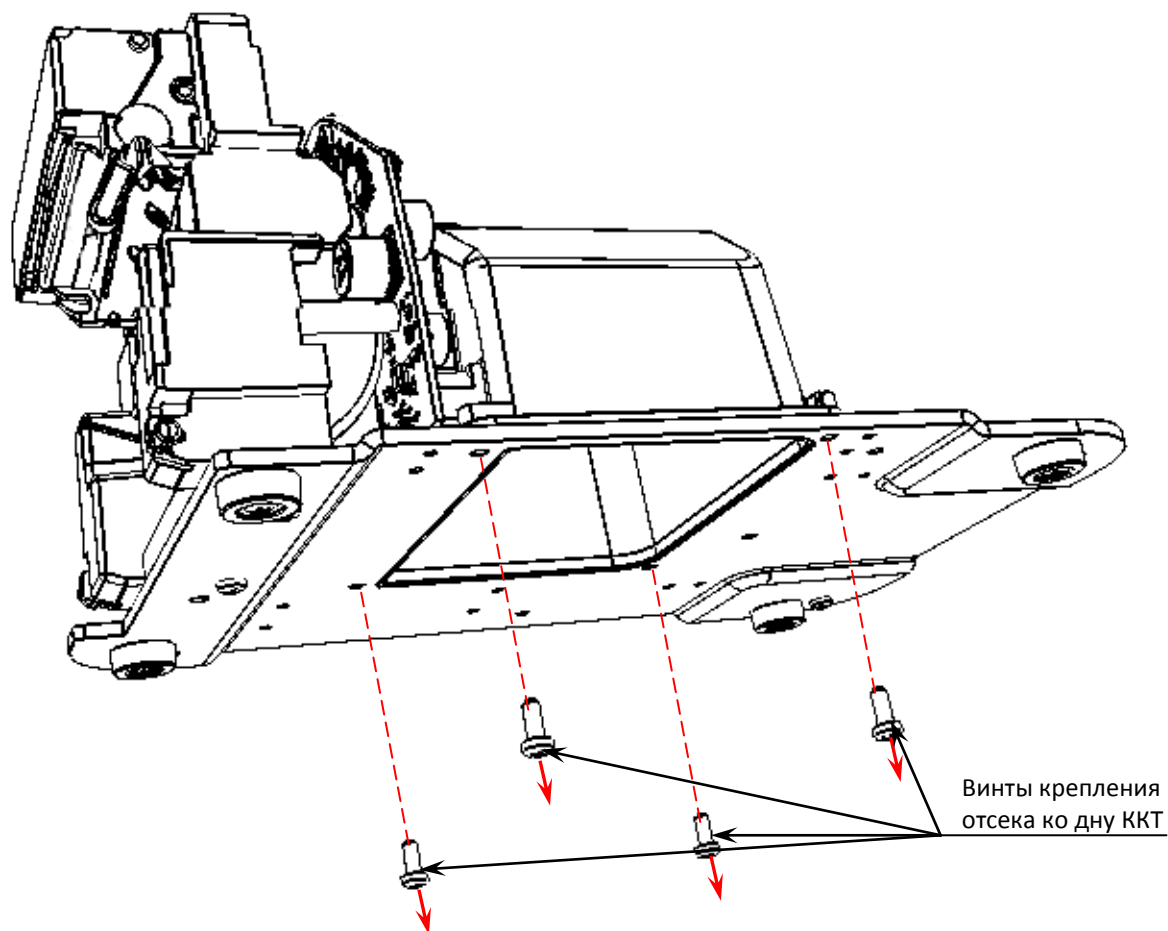
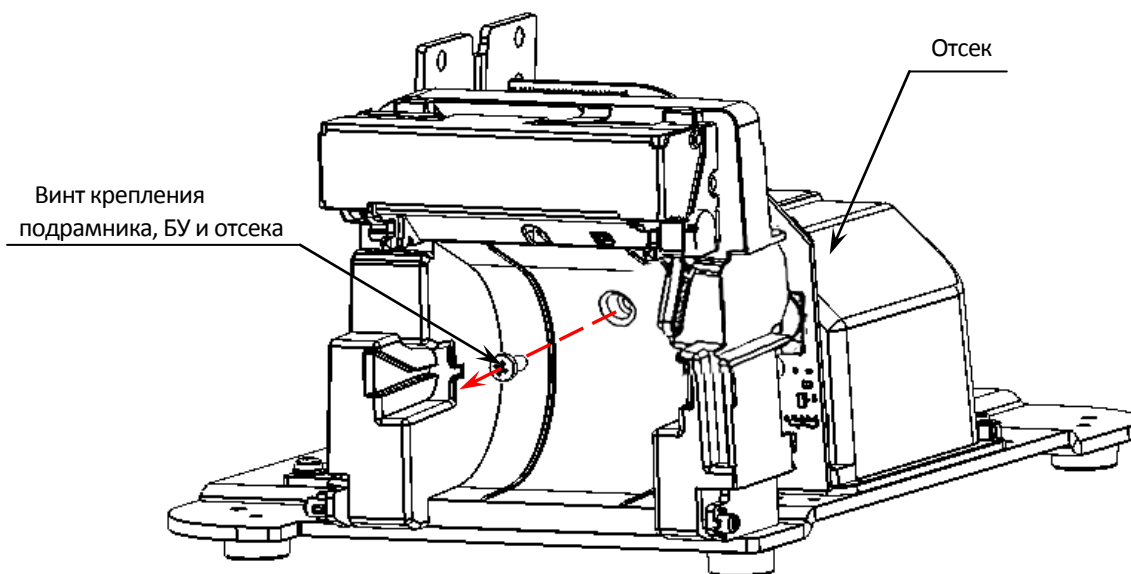

Рисунок 31. Винты крепления отсека ко дну корпуса ККТ (крышка лотка для ЧЛ не показана)
Рисунок 32. Винт крепления подрамника, блока управления и отсека в корпусе ККТ (крышка лотка для ЧЛ не показана)
17. Вкрутить винты крепления: один винт – в области лотка для ЧЛ (рисунок 32), четыре винта – с нижней стороны дна корпуса ККТ (рисунок 31).